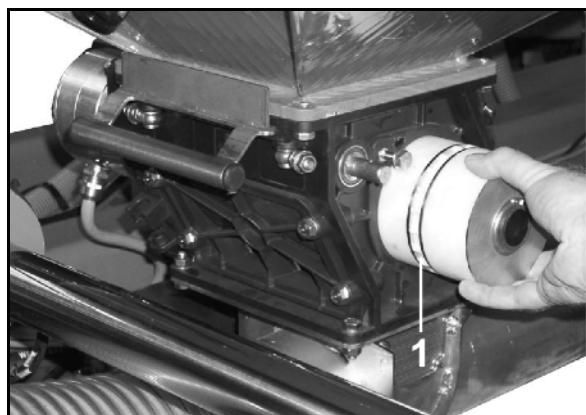

Рис. 118
4. Открутите барабановые гайки (Рис. 118/1) и снимите с распределительной головки прозрачную пластиковую крышку (Рис. 118/2).
6. Установите пластиковую крышку (Рис. 118/2).
7. Закрепите пластиковую крышку при помощи барабановых гаек (Рис. 118/1).